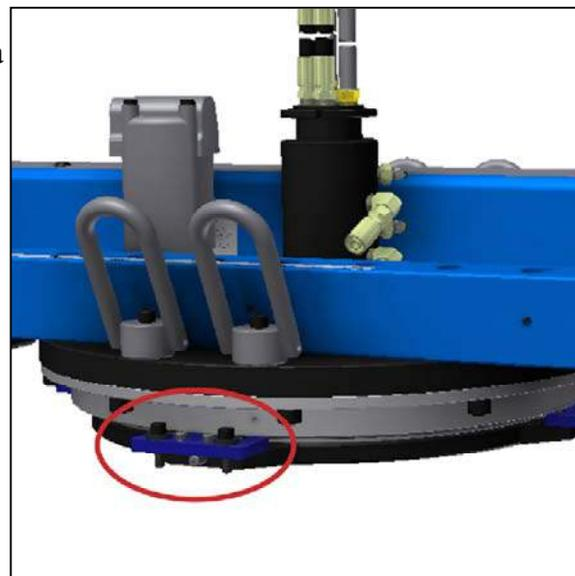

РИС. 3-37. ЗАКРЕПЛЕНИЕ УДЛИНИТЕЛЬНЫХ ПЛИТ
6. Закрепите удлинительные плиты на нижней плите, как показано на рис. 3-37.